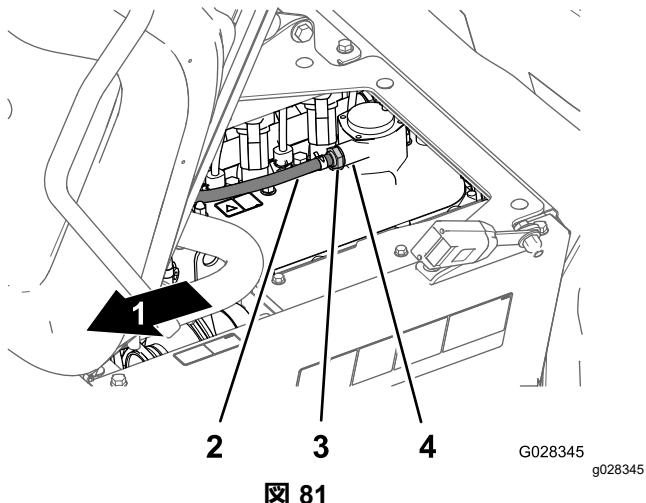

図 81
- バルブカバーのフィッティングからPCVバルブを取り外す図 81。
- 注** バルブ内部にあるレストリクタがカラカラと音を立てる場合は継続使用可能。バルブを振っても中から音がしない場合は PCV を交換する図 81。
- バルブカバーのフィッティングの一番奥までPCVバルブを押し込む図 81。